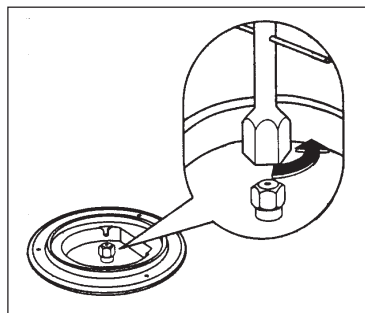

Рис. 9
3. При помощи торцевого ключа 7 размера отвинтите и снимите (Рис. 9) сопла, поменяйте их на сопла, подходящие для типа рабочего газа (см. таблицу “Характеристики горелок” на стр. 14).